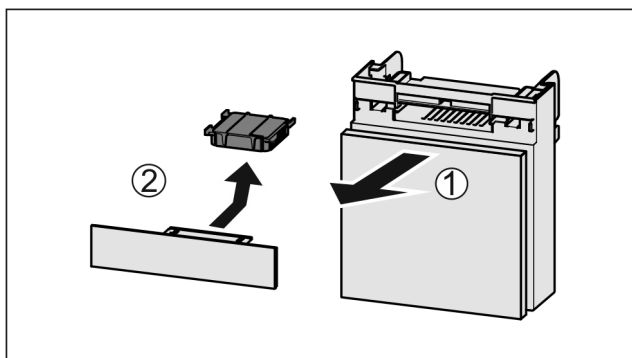

Fig. 71
- ▶ Lade vanaf de voorkant eruit trekken Fig. 71 (1).
- ▶ Actiefkoolfilter verwijderen Fig. 71 (2).